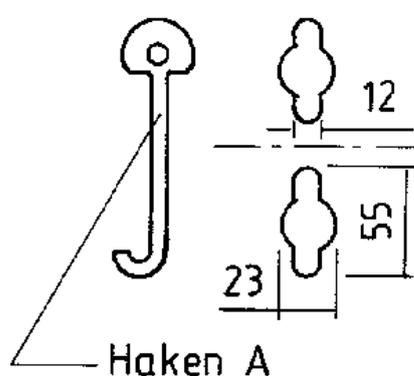
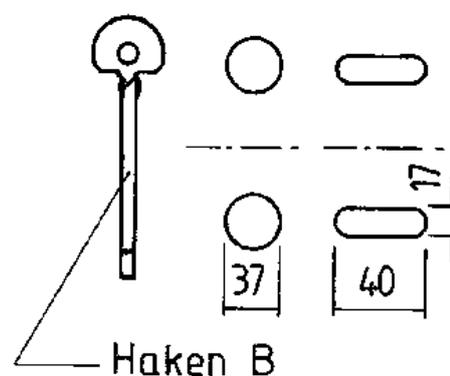

Abb. 2
Abb. 3
Er zijn telkens 2 haken nodig om de deksels eruit te halen. Haak A is geschikt voor ronde openingen met een gleuf aan beide zijden (fig. 2) en haak B voor ronde openingen of langwerpige gaten (fig. 3).
- Na het neerzetten van het frame klikt de vergrendelingshendel (5) vast onder het U-profiel (6) en kan de grijper leeg worden opgetild. Als de vergrendelingshendel niet vastklikt, druk dan de spanhendel (4) met de hand omlaag.
- Controleer eerst of de haken A of B in de openingen passen en de afdekking stevig vastgrijpen (fig. 2 en 3). Als dit niet het geval is, moeten speciale haken worden gebruikt.